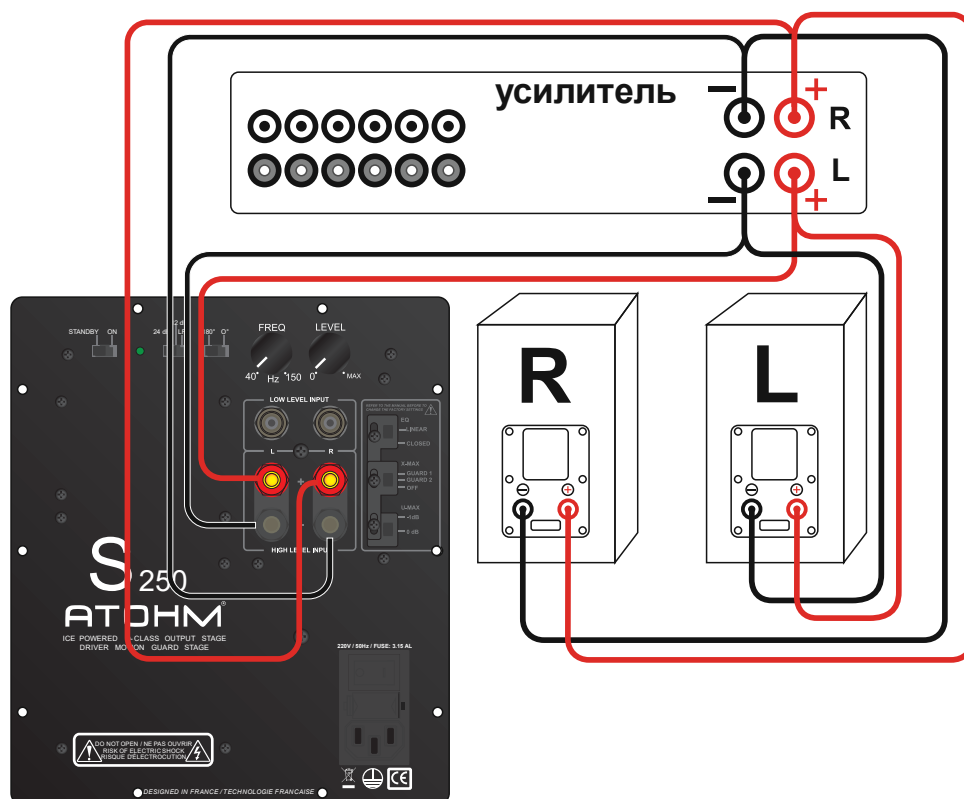

рис. 5
4. РАБОТА С УСИЛИТЕЛЯМИ БЕЗ ВЫХОДНОГО ГНЕЗДА ДЛЯ САБВУФЕРА И ГНЕЗД ПРЕДВАРИТЕЛЬНОГО УСИЛЕНИЯ (Рис. 5)